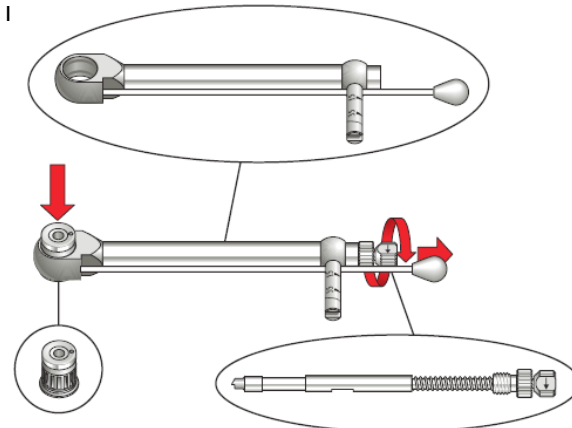

Figure 1 : Démontage de la clé à torque manuelle
1. Démontez les clés à torque manuelles avant de les nettoyer en enlevant l'adaptateur et la tige du corps de la clé, comme illustré à la Figure 1.